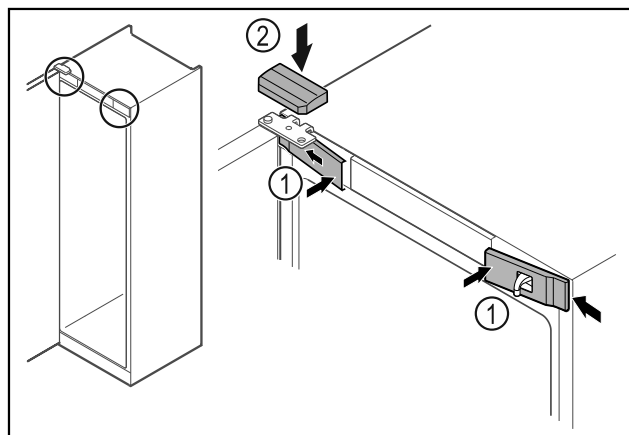

Fig. 47
- ▶ Haakige eesmised katted Fig. 47 (1) küljel külge ja fikseerige.
- ▶ Haakige ülemine kate Fig. 47 (2) ülalt lahti.